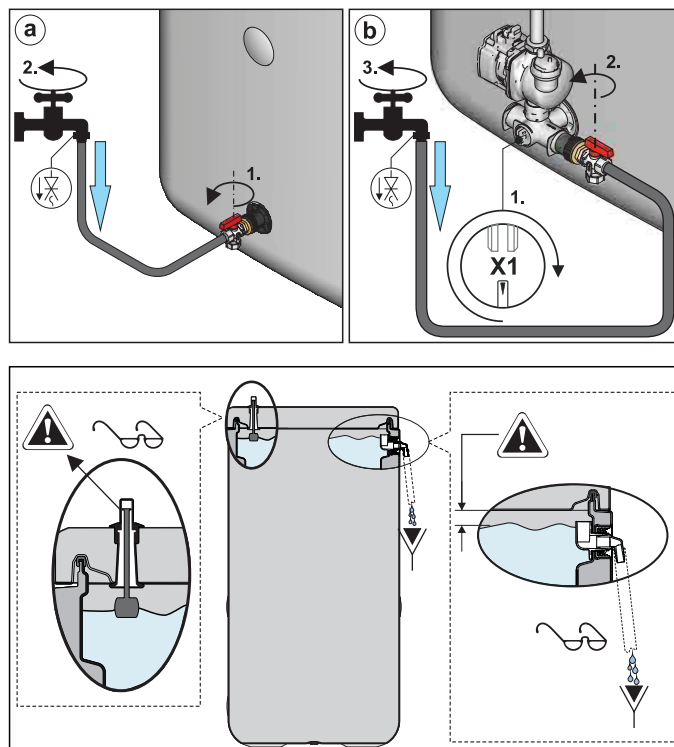

Fig. 4-5 Remplissage du ballon tampon - avec raccord de remplissage KFE
- Uniquement avec $p=0$ système solaire : Régler la garniture de soupape sur le raccord coudé afin que l'accès au bouchon borgne soit ouvert (fig. 4-5).
- Ouvrir le robinet de remplissage au niveau du **raccord de remplissage KFE** et de l'alimentation en eau froide et remplir le réservoir du ballon du ROTEX Sanicube / HybridCube **jusqu'à ce que l'eau sorte au niveau du trop-plein de sécurité** (fig. 4-5, rep. 5).